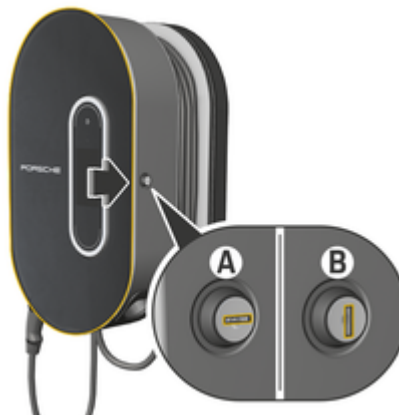

Fig. 106 Puerto de carga
- ▶ Gire la cerradura hasta la posición **A**(Fig. 106).
- ▶ Gire la cerradura hasta la posición **B**(Fig. 106).